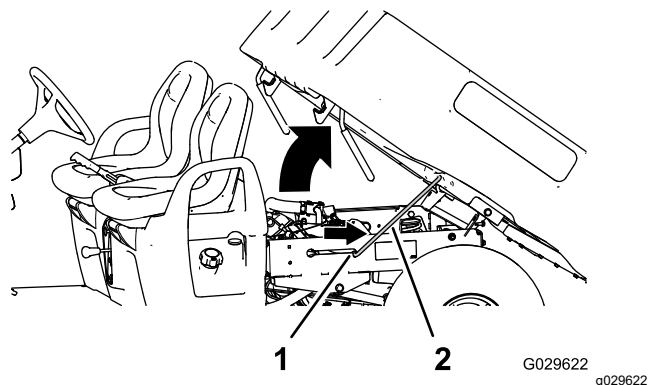

Figura 2
5. Tirate l'asta di supporto inserendola nella fessura di arresto per fissare il pianale (Figura 2).